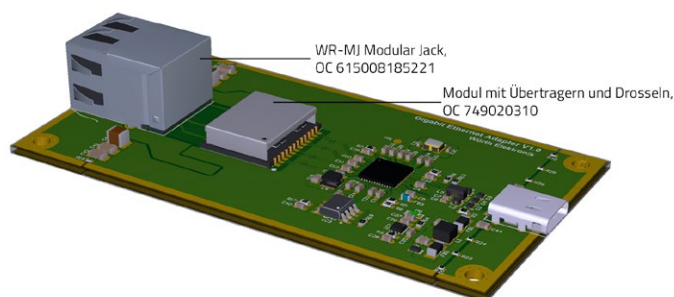
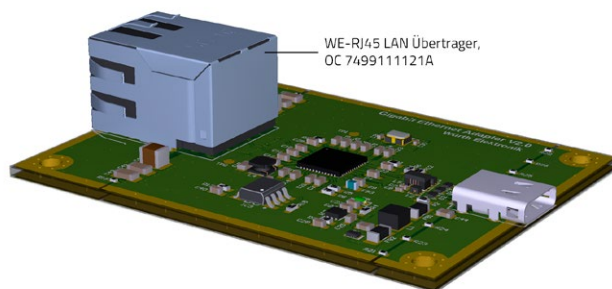

Bild 2. GB-Ethernet-USB-Adapter-Board in der diskreten Variante V1.0: Das Modul mit den Übertragern und Gleichtakt-drosseln ist neben der RJ45-Buchse platziert.
Bild 3. GB-Ethernet-USB-Adapter-Board in der diskreten Variante V2.0: Das Modul mit den Übertragern und Gleichtakt-drosseln ist in der RJ45-Buchse integriert.
Das GB-Ethernet-USB-Adapter-Board ist in zwei verschiedenen Varianten verfügbar. Variante V1.0 umfasst im Bereich der Ethernet-Schnittstelle diskrete Komponenten. Das heißt, das Anpassungsnetzwerk und der Induktivitäten-Block, bestehend aus Gleichtakt-drosseln und Übertragern, sind einzelne Komponenten, die auf der Leiterplatte platziert sind (**Bild 2**). In der Variante V2.0 sind die genannten Komponenten in das Gehäuse der RJ45-Buchse integriert (**Bild 3**).
► Bild 2. Benedikt Weyerer